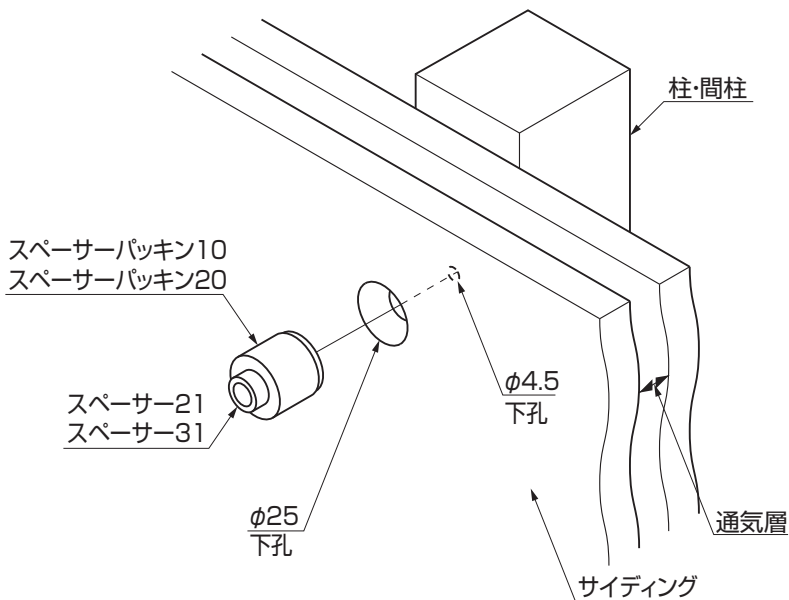

図1-5
- ① サイディングおよび躯体にφ4.5の下孔をあけてください。
- ② ①であけた下孔が中央になるように、ホルソーでφ25の孔をサイディングにあけてください。
- ③ スペーサー21または31にスペーサーパッキンを取付け、サイディングにあけた下孔に差込んでください。（図1-5参照）